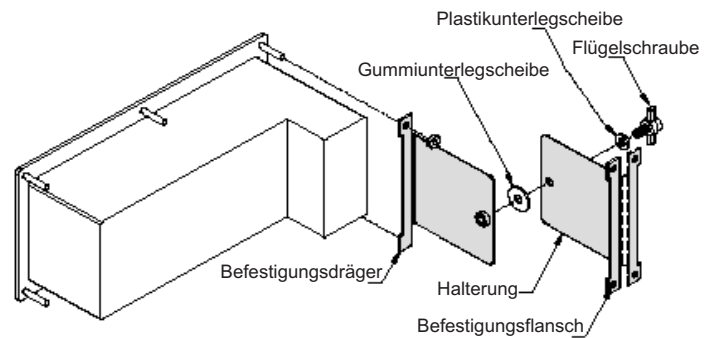

Bild 7: Anbringungsmöglichkeiten und Installation des Befestigungswinkel
1. Bei der Montage ist darauf zu achten, dass der Befestigungsträger am LPAX angebracht wird (siehe Bild 7).